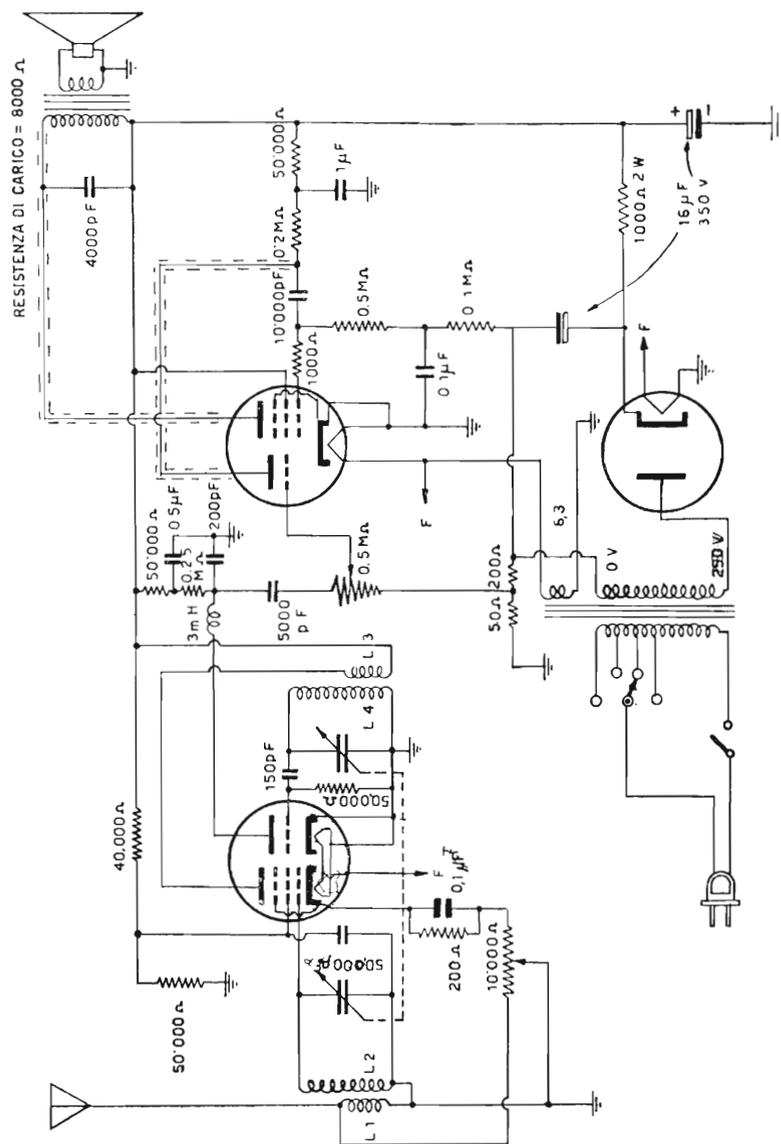

Fig. 13.56. — Ricevitore a tre valvole di cui due doppie: provvisto di trasformatore di alimentazione.
*Apparecchio con la 6U8 e la ECL 113.* — Con due valvole multiple. La 6U8 costituita da un pentodo e da un triodo e la ECL 113 (simile alla vecchia WE 13) costituita da un triodo e un pentodo finale di potenza, è possibile realizzare un apparecchio a quattro stadi, uno in alta frequenza, uno di rivelazione e due in bassa frequenza, con due circuiti accordati, secondo lo schema di fig. 13.56.